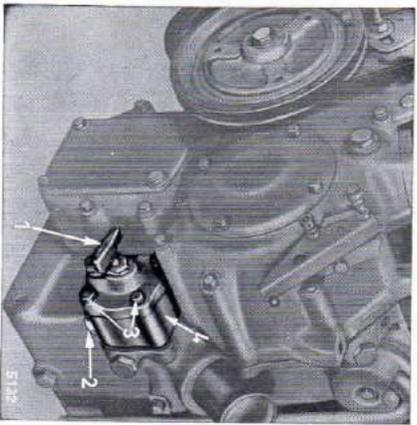

Fig. 35
Toutes les 1200 heures de marche ou même plus tôt, si la manette du filtre d'huile (1) — Figure 35 — ne peut être actionnée qu'avec difficulté, faire la vidange de l'huile altérée en dévissant le bouchon (2) d'évacuation des boues.
Le filtre d'huile de grossissage est un filtre à lamelles. L'huile, aspirée par la pompe, est chassée sous pression à travers le filtre à lamelles. Les impuretés se déposent sur la paroi intérieure du filtre. Chaque mouvement de rotation de la manette (1) — Figure 35 — entraîne le filtre à lamelles. Le peigne fixe débarrasse les lamelles des impuretés qui s'y sont déposées.